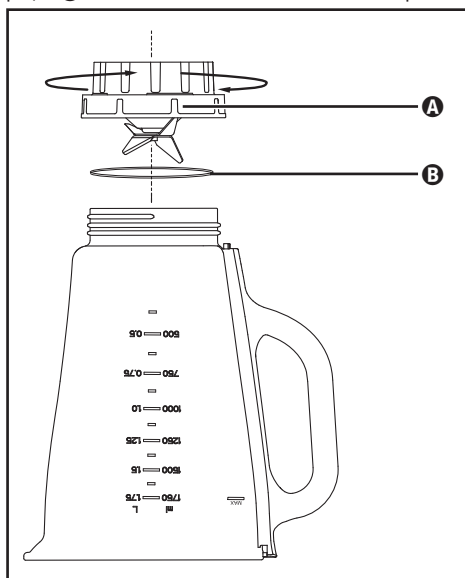

Fig. 3
- 2) Coloque o aparelho de cabeça para baixo e rode a peça **A** com as lâminas de corte **4** no sentido contrário ao dos ponteiros do relógio, de modo a poder soltar-se do copo misturador **3** (ver fig. 3).